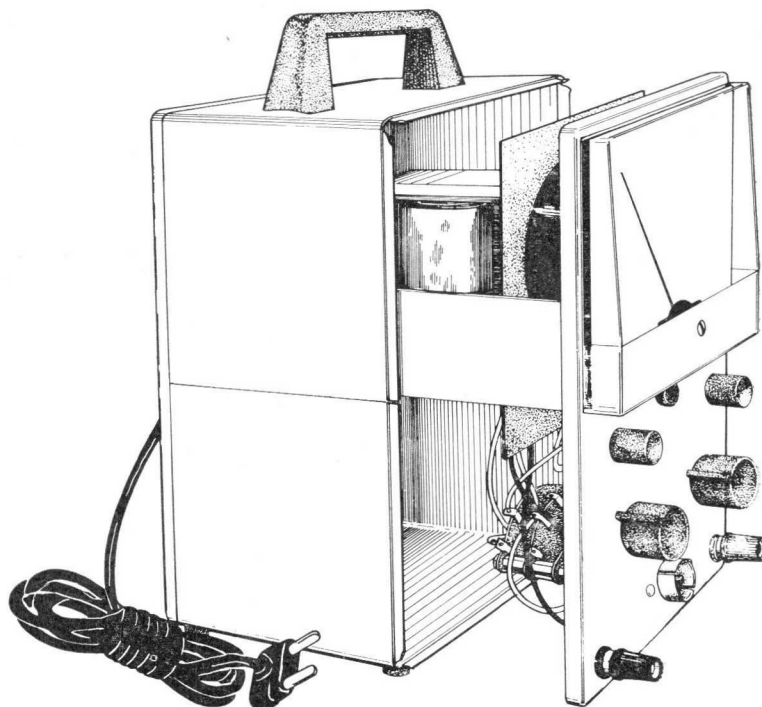

Figure 9.— Introduction de l'appareil dans le coffret
- () Placer les deux petits boutons de commande, sans index, un sur chaque axe des potentiomètres «AJUSTE Ω » (réglage Ω) et «AJUSTE 0» (réglage du zéro), en serrant les vis de fixation. Voir la figure 9.
- () Tourner complètement l'axe du contacteur de fonctions vers la gauche, placer un bouton de commande avec index de manière à ce qu'il indique la position «DES» (deconnecté) et serrer sa vis de fixation. Observer la figure 9.
Se référer à la figure 9.
- () Avec beaucoup de soin, placer l'appareil à l'intérieur du coffret en veillant à ce que le panneau avant s'encastre sur le rebord du coffret selon les indications de la figure 9.